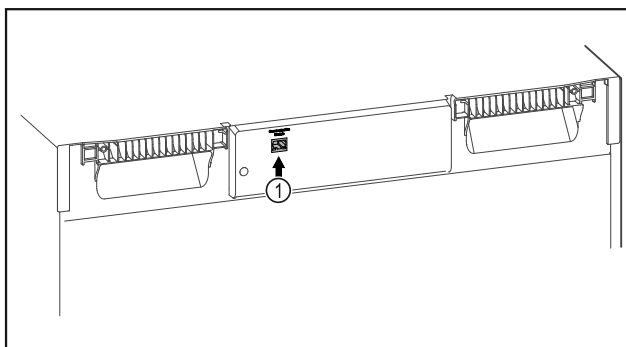

Fig. 107
- SmartModule Fig. 107 (1) naudojamas.